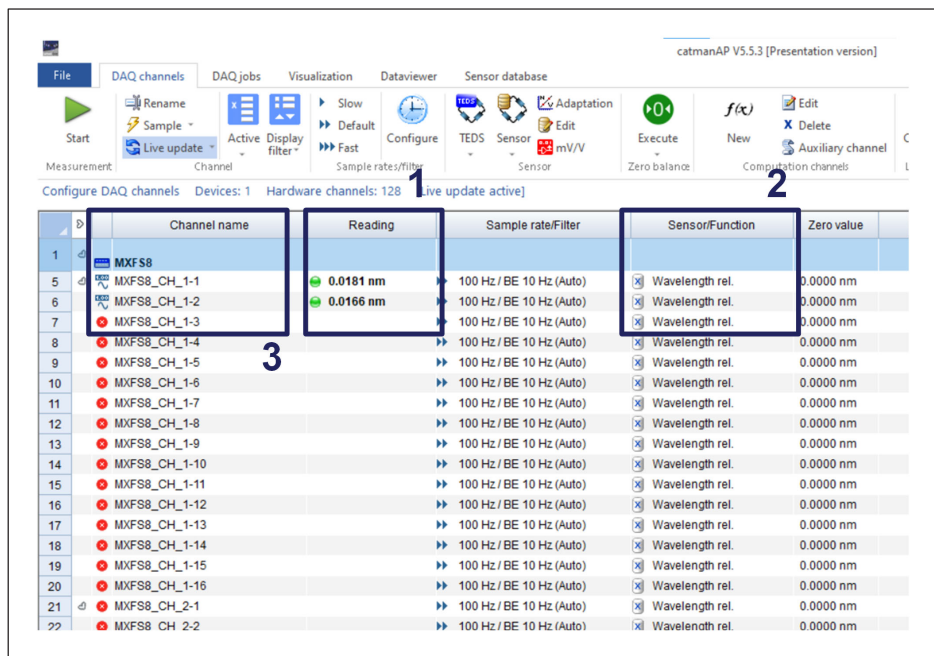

図5.3 システムチェックおよびセンサ識別
各センサに手で小さな力を加え、DAQソフトウェアから測定結果を読み取ることで、センサを確認できます。このようにして、各「チャンネル番号とセンサの組合わせ」が識別され、センサの機能が検証されます (図5.3の1を使用) 。
- インテロゲータのすべてのチャンネルが「波長 (相対)」として定義されていることを確認します (図5.3の2を参照)
- チャンネル名の上をダブルクリックして、センサの名前を変更します（図5.3の3を使用）。